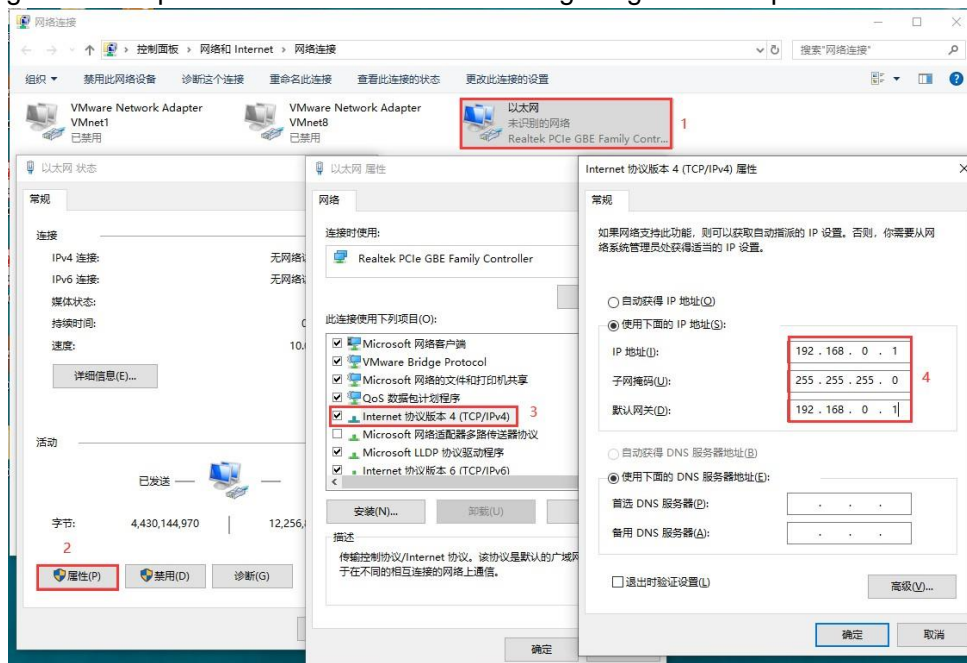

Abbildung 5-3 Schnittstelle zur Einstellung der IP-Parameter
(1) Setzen Sie die lokale IP von PC AA auf eine statische IP mit den in Abbildung 5-3 gezeigten Einstellparametern und den in Kasten 4 gezeigten Einstellparametern.